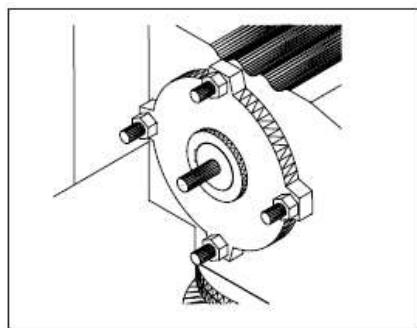

Figura 30
4. Despues del encaje del conjunto accionador, asegúrese de que el lado de fuera del reductor esté alineado con el rebaje del eje (ver figura 30).